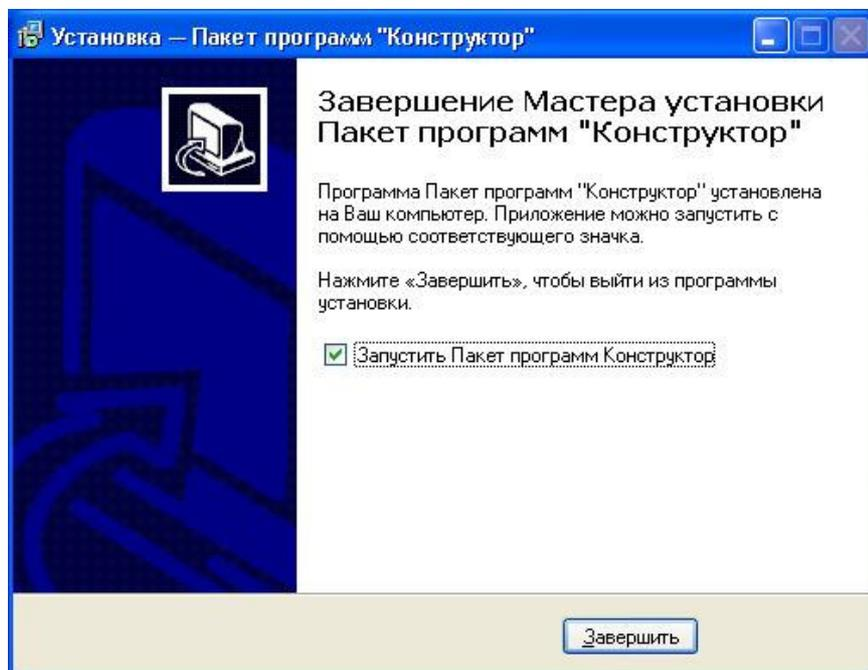

Рисунок 2.10
2.2.5.7 По завершению инсталляции ПО УФК перезагрузка ПК необязательна, поэтому в открывшемся окне (рисунок 2.10) выберите «Запустить Пакет программ Конструктор» и нажмите кнопку «Завершить».